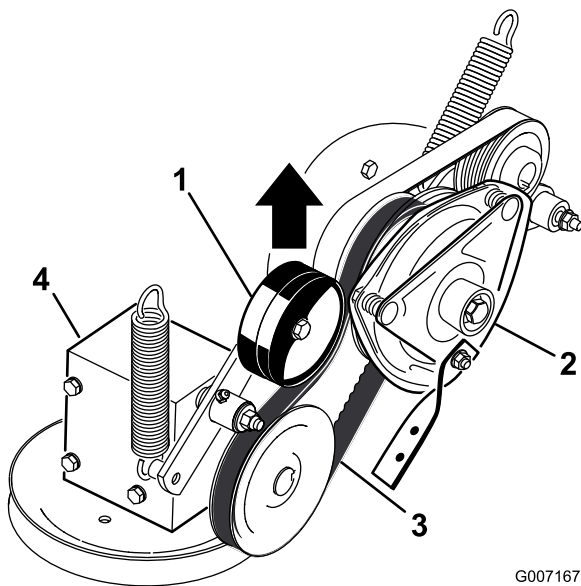

Figura 61
4. Sollevare la puleggia tendicinghia a molla della cinghia di trasmissione della PDF e rimuovete la cinghia dalla puleggia della frizione (Figura 61).
16. Sollevare la puleggia tendicinghia a molla della cinghia di trasmissione della PDF e installatela sulla puleggia della frizione (Figura 61).